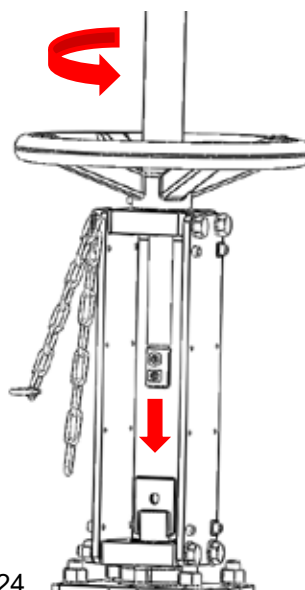
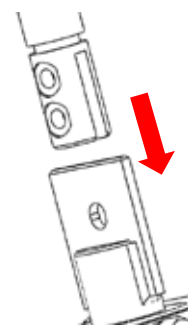

Fig.24
Fig.25
- 4 – Faire descendre la tige en actionnant le volant dans le sens «CLOSE» (Voir Fig. 24) jusqu'à ce que l'empreinte mâle de la tige du vérin coïncide dans l'empreinte femelle de la tige du volant. (Voir Fig. 25)
- 4 - Make go down the stem by operating the handwheel in the "CLOSE" direction (See Fig. 24) until the male imprint of the pneumatic actuator stem coincides in the female imprint of the handwheel stem. (See Fig. 25)